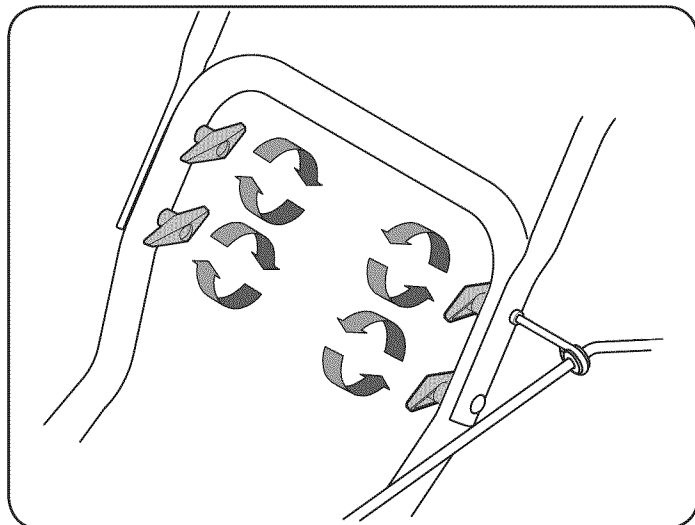

Figura 2
4. Asegure la parte superior e inferior de manejar manejar con las dos tuercas de mariposa, las arandelas Belleville, pernos y eliminado antes. Apriete las dos tuercas de mariposa ya instalado en la parte superior de los agujeros para asegurar firmemente la parte superior del mango y el apoyo de tubos. Ver Figura 2.